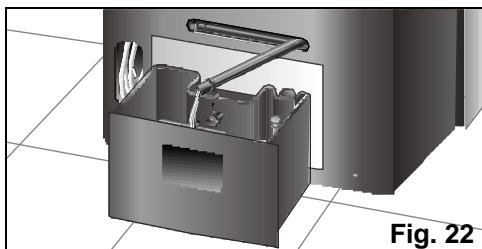

Fig. 22
- ❑ Antes, vaciar el agua de condensación que se encuentra en el depósito interno sacando de su alojamiento el tubo evacuación de agua y desmontando el tapón, Fig. 22, para evacuar el agua generada. Para ello deberá situar un recipiente (o el depósito extraíble del equipo) a la salida del tubo evacuación de agua donde recoger el agua condensada o dirigir dicho tubo hacia un desagüe próximo. Una vez vaciado el depósito, no olvide colocar tapón y tubo en su alojamiento.